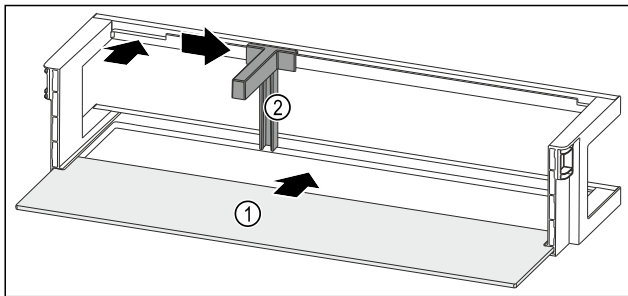

Fig. 92 Vratna polica z odlagalno polico
- ▶ Odlagalno polico Fig. 92 (1) vstavite v stranske utore.
- ▶ Vstavite držalo za steklenice Fig. 92 (2) v odprtino.
- ▶ Držalo za steklenice Fig. 92 (2) potisnite na stran do železnega položaja.